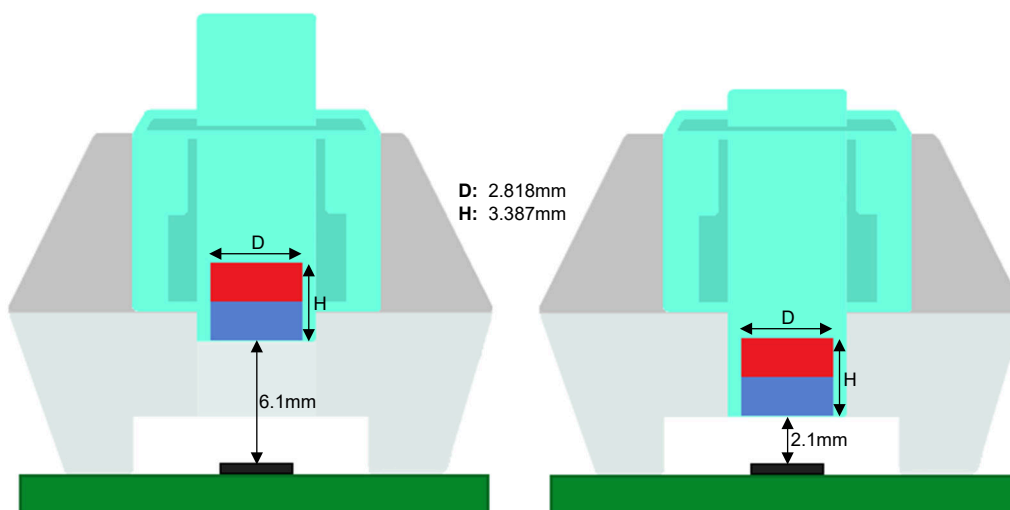

図 3-3. 一般的なキー押下アプリケーション
**TIMSS** のキーボード キー押下の設計をシミュレーションするために、直線的に動く軸方向の円柱型磁石を選択します。ここで、ユーザーは、シミュレーションで使用する TI のホール効果センサを選択できます。図 3-3 に、キーボード アプリケーションで使用される一般的なキーボード磁気スイッチの例を示します。このような磁気スイッチの場合、磁石の底面を押さないとき、センサの上面から約 6.1mm 離れた位置に配置します。次に、押されているときに約 4mm 下に磁石を移動し、センサの上面から 2.1mm 離れた位置に配置します。この磁石は、YX18 サマリウムコバルト磁石と同じ残留性を持つ軸方向の円柱型磁石で、直径は約 2.818mm、高さは約 3.387mm です。図 3-4 にこれらの磁石入力と、図 3-5 にセンサ入力を示します。磁石の位置 (図 3-4 を参照) は、原点 (0, 0, 0) からの磁石の中心を基準にしています。したがって、磁石の底面からセンサの上面までの距離が正しいことを確認し、磁石の高さ 1.6935mm の半分 (押されていないときは 6.1mm) と最終的な位置 (完全に押されたときは 2.1mm) を磁石の原点位置に追加する必要があります。図 3-5 に示すように、センサの位置については、センサの底面が磁石を向き、パッケージの底面が原点に配置されるように配置されています。